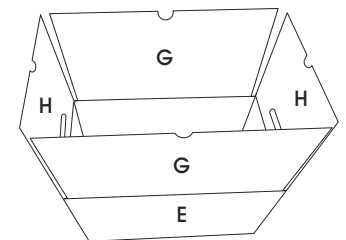

Figure 7
6. Tournez la boîte de manière à ce que le cachet d'authentification se trouve vers le bas et l'ouverture de la boîte vers le haut. (Voir Figure 7)